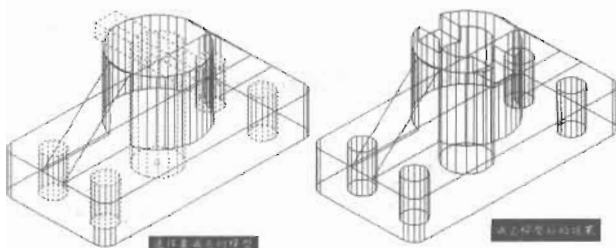

图 15-64
(2) 在命令行中输入 Subtract 命令，或者单击“建模”工具栏中的“差集”按钮，将这个拉伸出来的圆柱体减去，如图 15-64 所示。